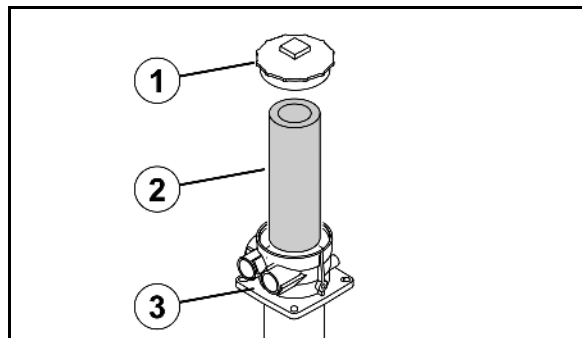

Рис. 162
1. Снимите крышку (Рис. 162/1) с корпуса (Рис. 162/3).
2. Замените фильтр сливной линии (Рис. 162/2).